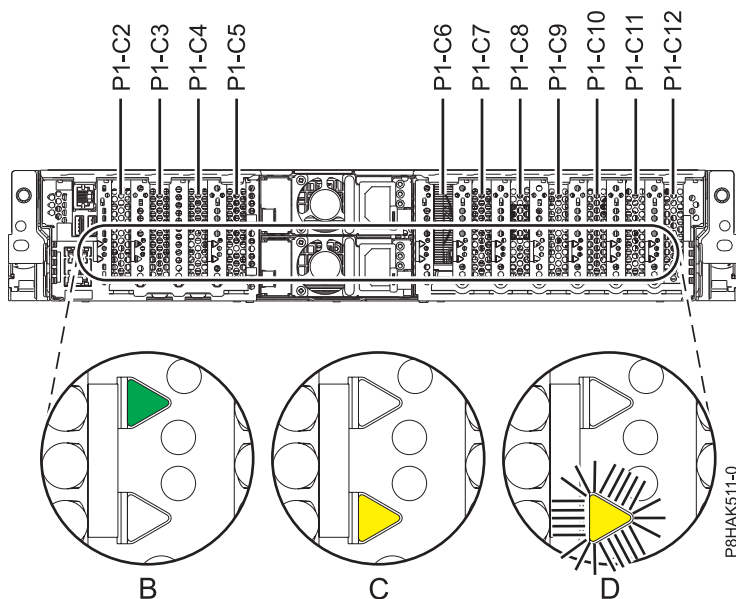

Figura 14. Localizações de ranhuras de adaptadores PCIe e localizações de LEDs no sistema 5148-21L, 5148-22L, 8247-21L, 8247-22L, 8284-21A ou 8284-22A
Se estiver a prestar assistência a um adaptador PCIe avariado, procure o LED amarelo intermitente do adaptador PCIe avariado que definiu para intermitente no passo para identificar o componente avariado. Consulte a Figura 14 na página 26 que mostra o estado dos LEDs. Tenha em atenção de que o LED âmbar para o adaptador PCIe avariado está **Intermitente**, tal como é demonstrado em (D) na Figura 14 na página 26
Aviso: Se o adaptador PCIe estiver a funcionar correctamente o LED de Actividade está **LIGADO** (verde) e o LED âmbar de Erro está **DESLIGADO**, como é demonstrado em (B) na Figura 14 na página 26. Não tente remover o adaptador PCIe em funcionamento.